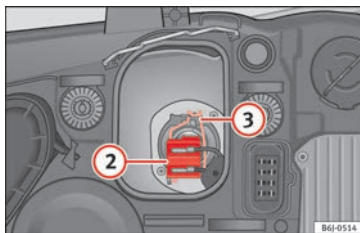

Fig. 97 Luz de cruce.
- Extraiga el conector » fig. 97 ② de la lámpara.
- Desenganche el resorte retentor » fig. 97 ③ presionándolo hacia dentro y a la derecha.